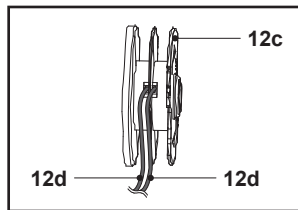

Fig. 27
5. Faire passer une extrémité des nouveaux fils de coupe (12d) dans le petit œillet de la bobine de coupe-bordures (12c) dans le sens des flèches (Fig. 27).